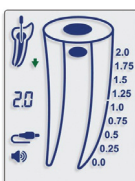

Rys. 5
- 5.4.11. Ruch pilnika wewnątrz kanału jest odzwierciedlany przez strzałki w dół (Rys. 5) i w górę (Rys. 6) na ekranie.